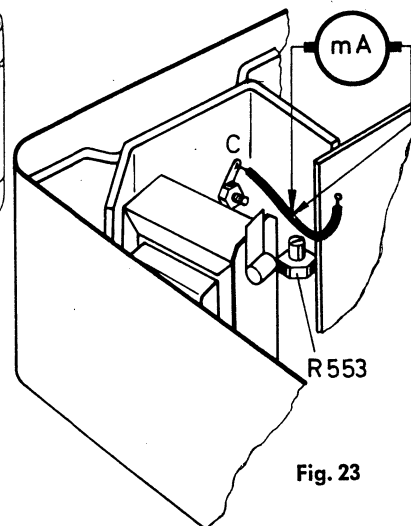

Fig. 23
- In die Kollektorleitung des Endtransistors V 552 (Farb-punkt bzw. „C“) ein Milliampere-meter (Multavi V, Ri = 0,2 Ω bei 1,5 A) schalten (Fig. 23).
- Ruhestrom mit Einstellregler R 553 (Fig. 23) auf 610 mA bei einer Batteriespannung von 6,3 V, gemessen hinter dem Ein-Ausschalter, einstellen. Toleranz bei Folgeprüfungen: ± 30 mA.
- Connect milliammeter (Multavi V, Ri = 0.2 Ω at 1.5 A) to the collector lead of the output transistor V 552 (colour point resp. „C“), see fig. 23.
- Set rest current via adjuster R 553 (fig. 23) to 610 mA at a battery voltage of 6.3 V, measured behind the On-Off switch. Tolerance at later tests: ± 30 mA.